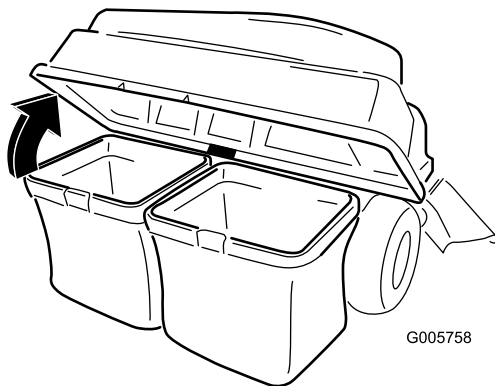

Figura 32
3. Abra (eleve) a parte superior do depósito de recolha (Figura 32).